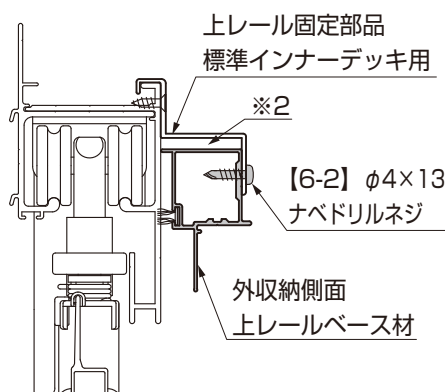
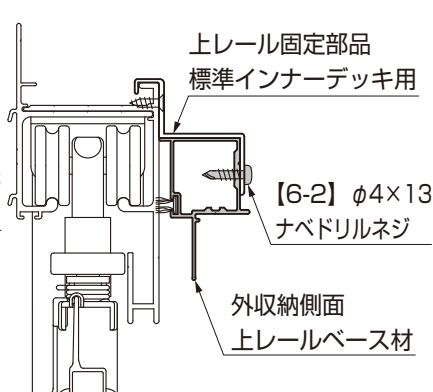
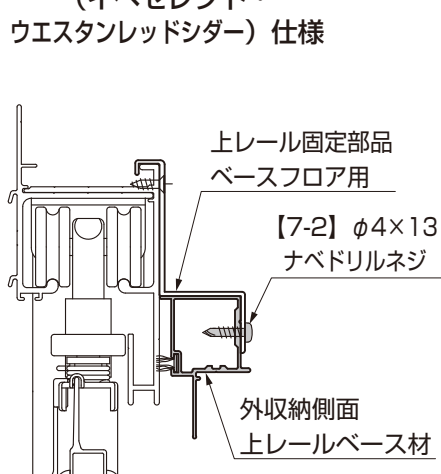
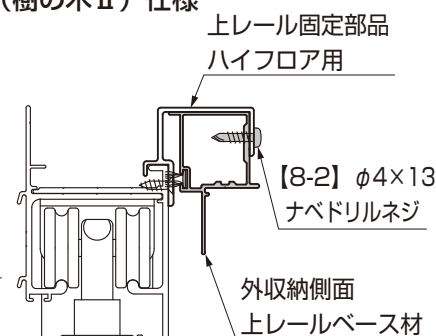

図1-8
図1-9
図1-10
図1-11
- 各床仕様によって上レールベース材に取付ける【6-2】または【7-2】、【8-2】の位置が異なります。（図1-8、図1-9、図1-10、図1-11参照）